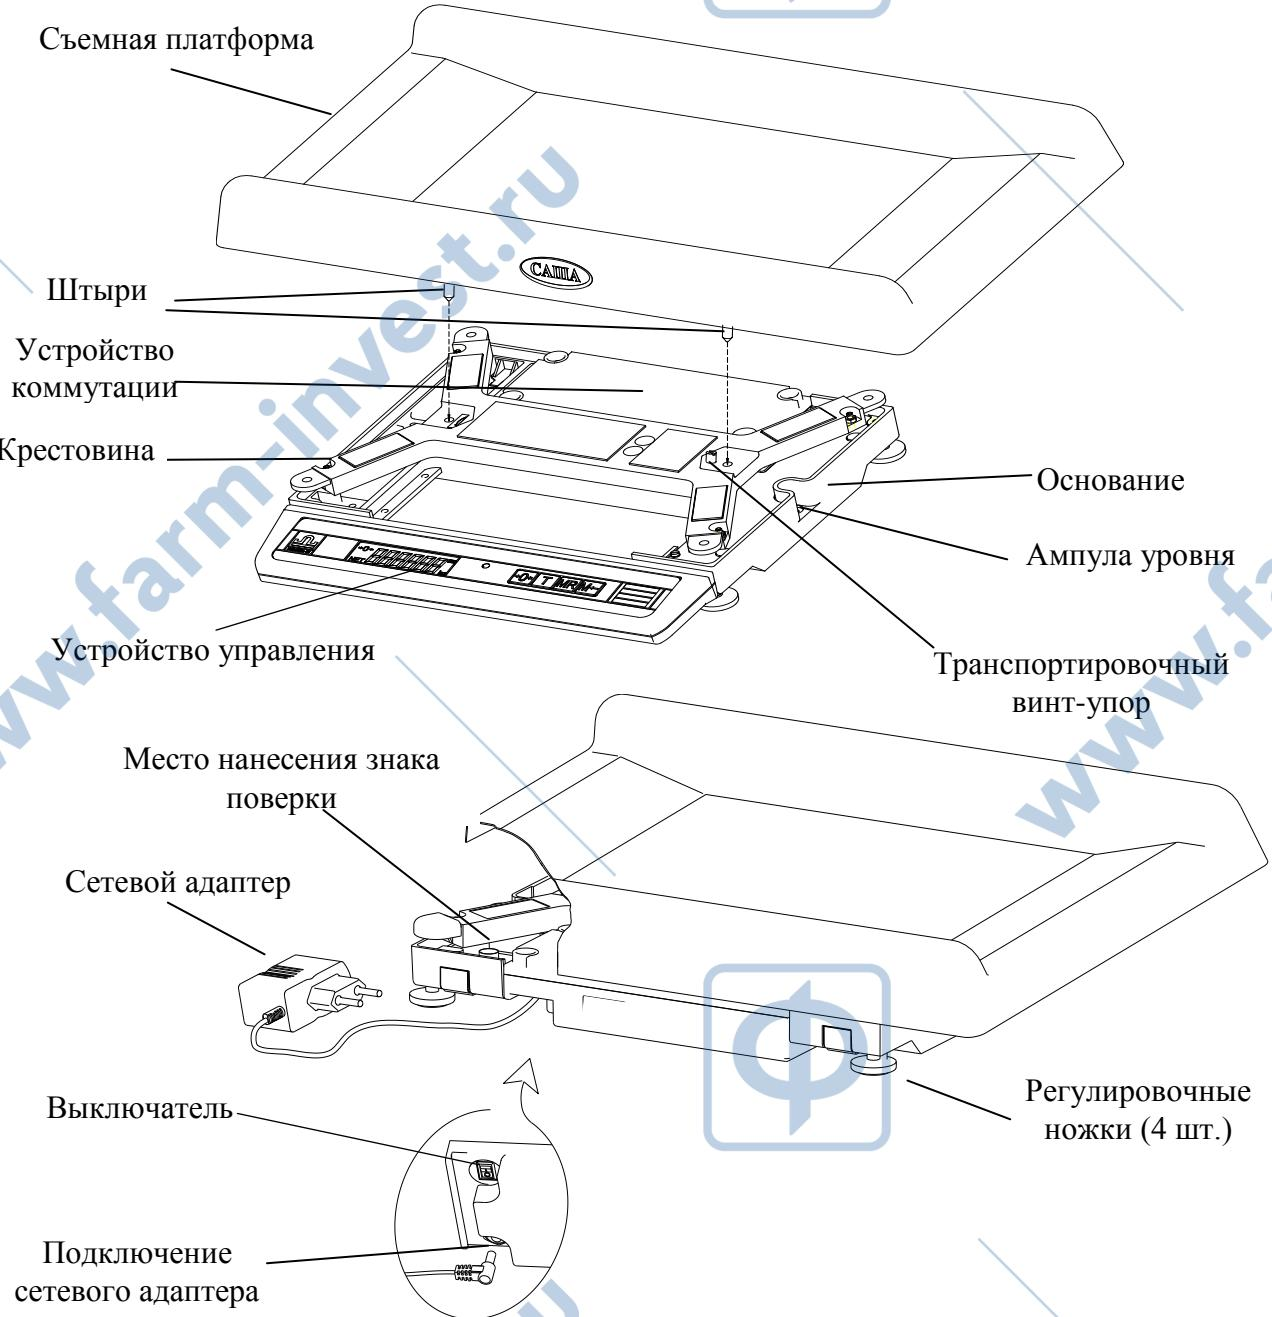

Рисунок 6.1 – Весы B1-15.3К
7.2 Вывернуть транспортировочный винт-упор, вращая его только против часовой стрелки (рис. 6.1).
7.5 Установить на весы съемную платформу (направление установки показано пунктирными линиями на рис. 6.1. Слегка надавить сверху на платформу, обеспечив ее сцепление с весами.